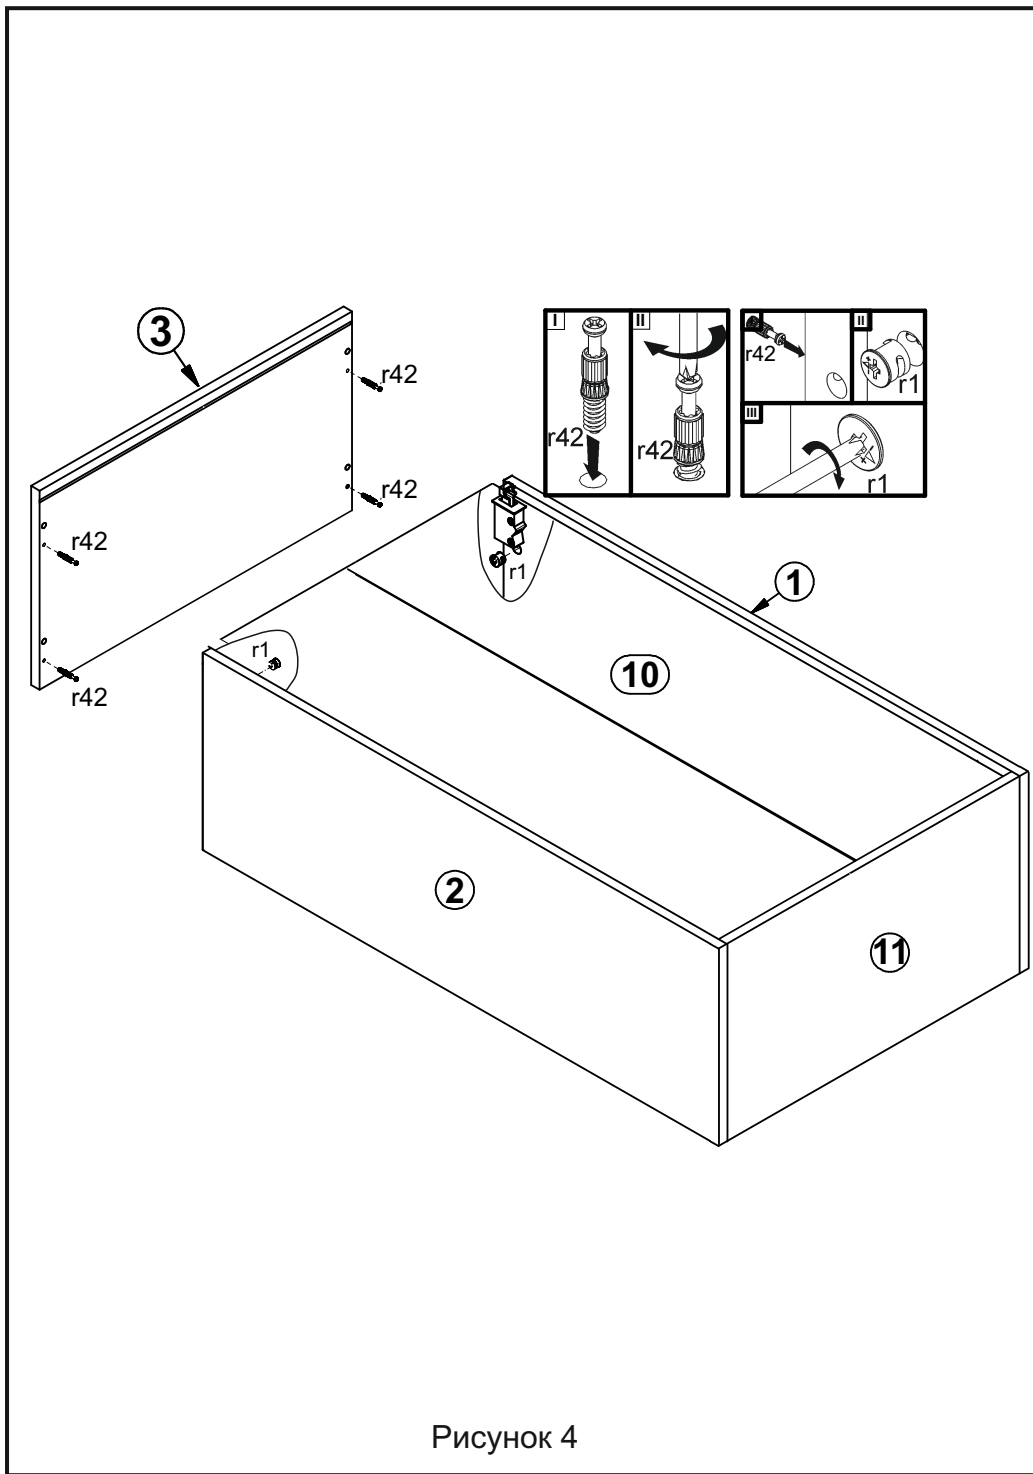

Рисунок 4
4.9. Вставить стенку заднюю 10 в пазы в деталях 1,2 (см. рис. 4).
4.10. Присоединить щит 3 к стенкам 1,2 с помощью шкантов f1 (см. рис. 4).
4.11. Положить изделие на бок и затянуть стяжки эксцентриковые r1 на деталях 1, 2, пользуясь отверткой (см. рис. 4).